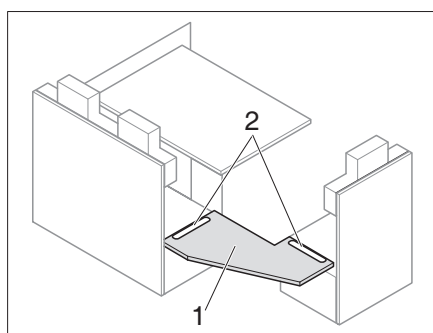
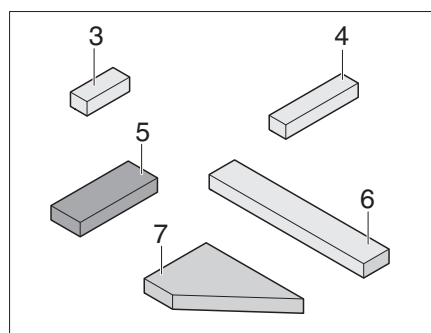
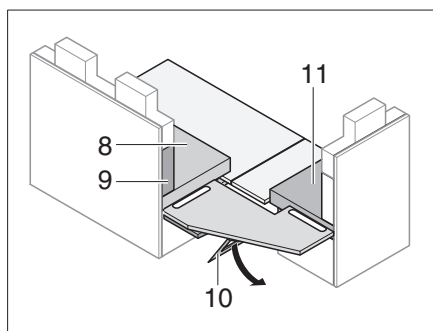
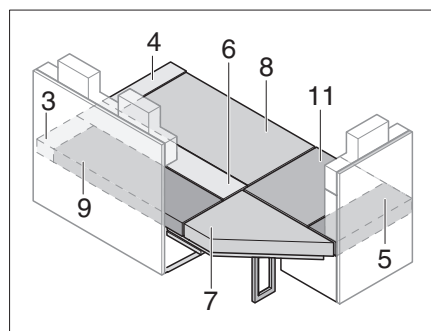

Fig. 185 Utilizar placa de refuerzo
Fig. 186 Cojín adicional
Fig. 187 Apoyar la placa de refuerzo
Fig. 188 Después de la transformación
- Insertar la placa de refuerzo (Fig. 185,1) en las ranuras (Fig. 185,2).
- Desplegar el apoyo (Fig. 187,10) debajo de la placa de refuerzo (Fig. 185,1).
- Colocar el cojín del asiento, el cojín del respaldo y los cojines adicionales como se muestra en Fig. 188 (los números de posición se refieren a Fig. 186 y Fig. 187).
- Desplegar las prolongaciones del banco (Fig. 185).